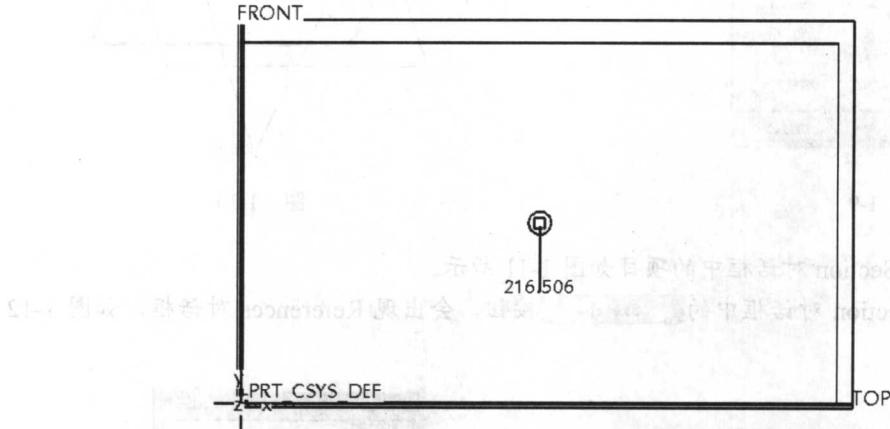

图 1-14
(10) 在特征工具栏中，单击 图标，完成草图绘制。这时，在模型显示区显示的模型如图 1-14 所示。